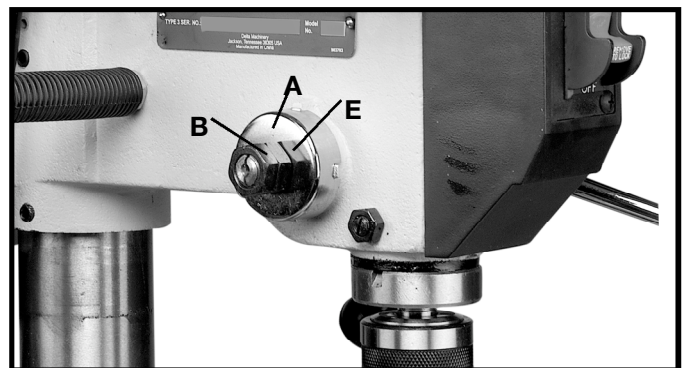

Fig. 28
2. Desserrer les écrous (B et E, fig. 28). S'assurer que l'enveloppe (A) du ressort demeure engagé avec le moulage de la tête.